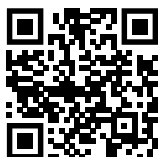

Fig. 180
- ▶ Ouvrez le Liebherr SmartMonitoring Dashboard. (voir Fig. 180) .